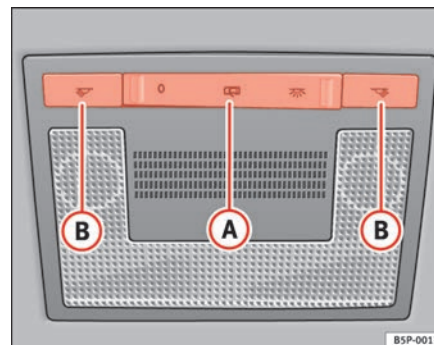

Fig. 80 Rivestimento interno del tetto: illuminazione anteriore dell'abitacolo
Con l'interruttore ⇒ fig. 80 (A) si possono selezionare tre diverse modalità:
Premere il pulsante fino alla posizione **O** ⇒ pag. 121, fig. 80.